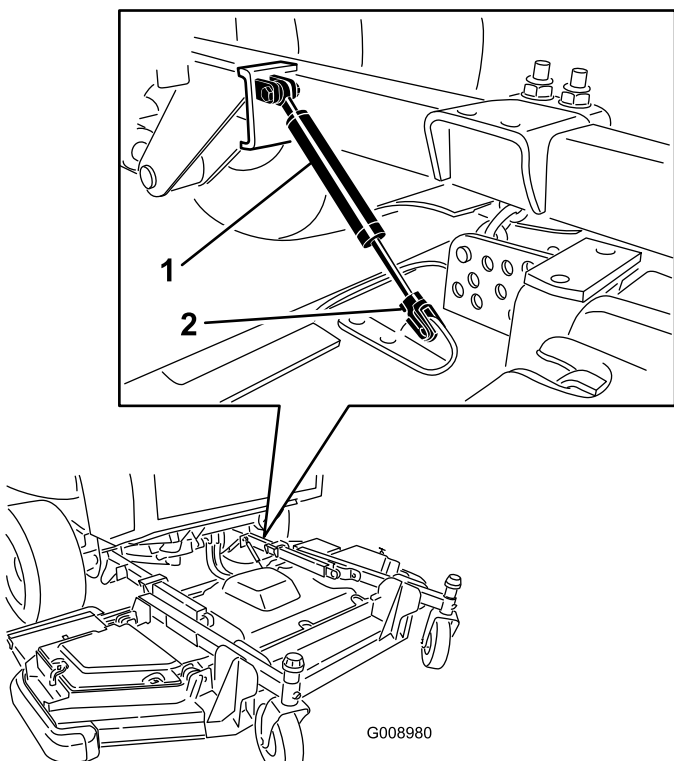

Figure 133
3. Retirez le clip de retenue et détachez l'ensemble amortisseur du plateau de coupe (Figure 133).